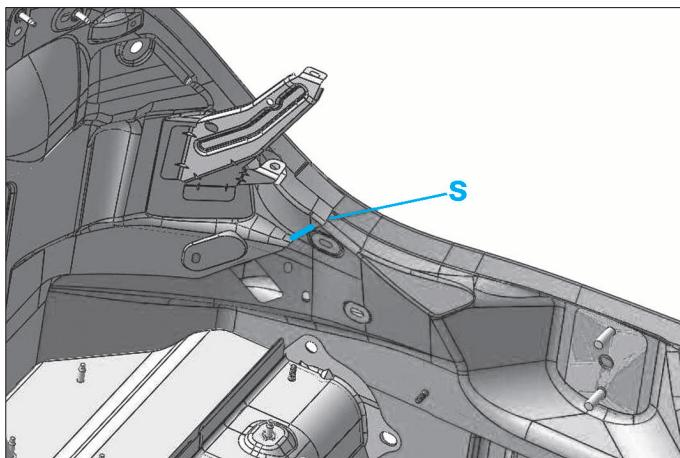

FIG. 95
- Découper le cordon (s) (Fig.95).
- (s) en cordons de 30 mm (cupro-brassage) (Fig.95).